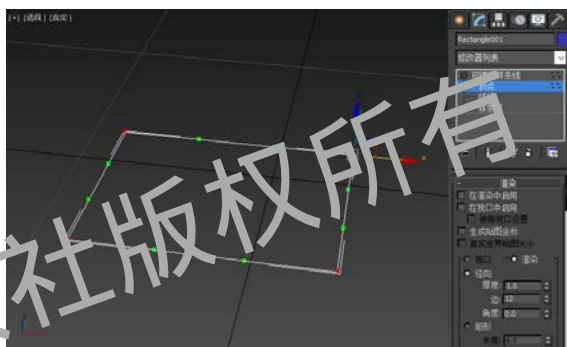

图 3-2-2 选择顶点
STEP 02 右击矩形，在弹出的快捷菜单中执行【转换为】→【转换为可编辑样条线】命令，进入【修改】面板，选择【顶点】子对象或按【1】键，进入【顶点】子对象，选择视图中的 4 个顶点，如图 3-2-2 所示。